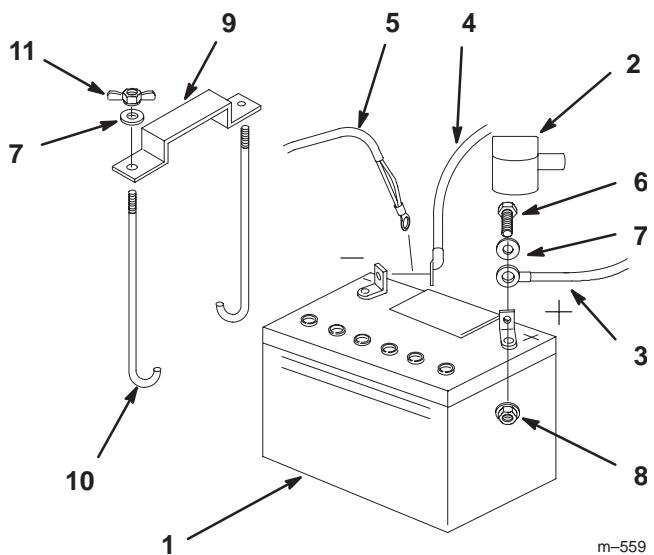

**Bild 60**
2. Sehen Sie sich die Seite der Batterie an. Der Füllstand muss bis zur **oberen** Linie reichen (Bild 60). Die Säure darf nicht unter die **untere** Linie fallen (Bild 60).
3. Nehmen Sie die Entlüftungsdeckel von der Batterie ab (Bild 60).
4. Gießen Sie langsam destilliertes Wasser in jede Batteriezelle, bis der Säurestand die **obere Linie** (Bild 60) am Batteriegehäuse erreicht.
5. Warten Sie nach dem Füllen der Batteriezellen fünf bis zehn Minuten. Gießen Sie bei Bedarf destilliertes Wasser in jede Batteriezelle, bis der Säurestand die **obere Linie** (Bild 60) am Batteriegehäuse erreicht.